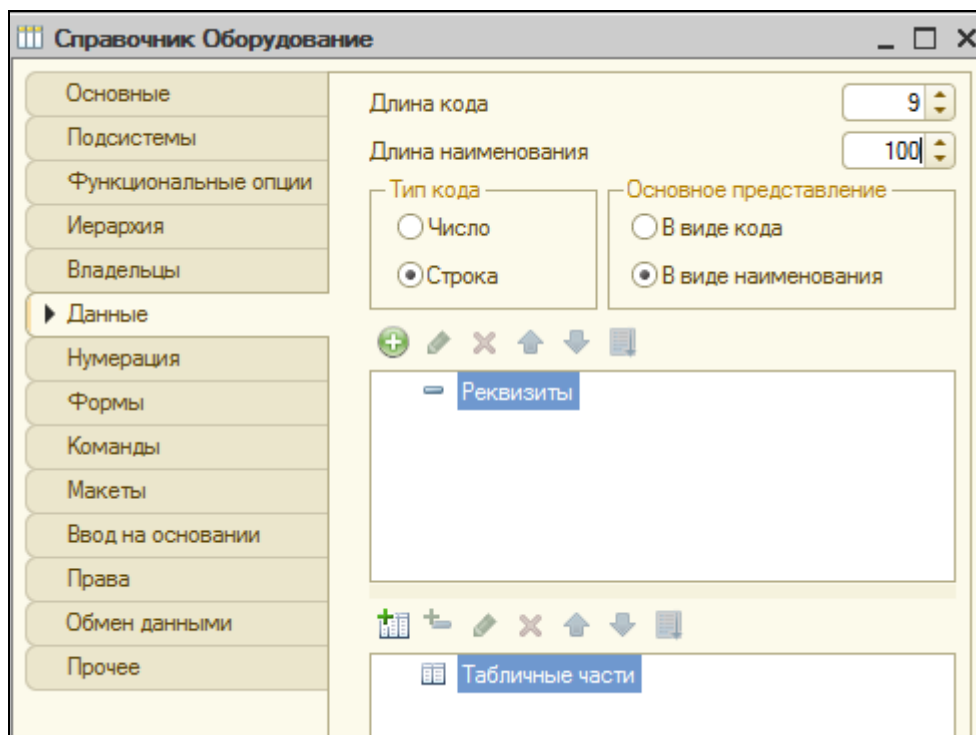

Рис. 12. Конструктор Справочника и вкладка Данные
3. На вкладке **Данные** зададим **Длину наименования** – **100** символов (рис. 12).
Закройте форму (рис. 12).